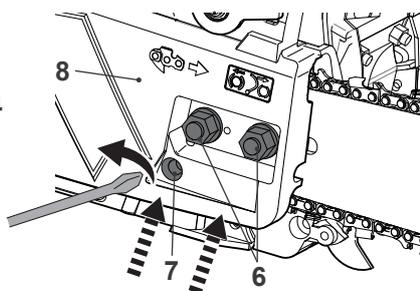

Fig. 8
- > Remettre le couvercle en place et serrer légèrement les écrous (Fig.8).